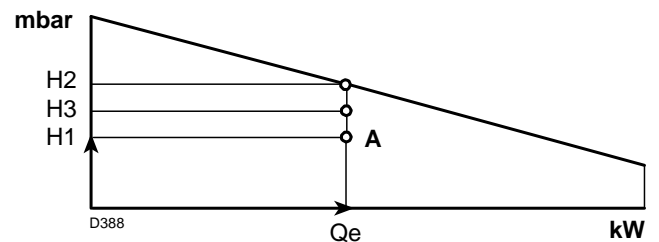

图 40
点 A 必须在出力范围内 (图 40)。
- 4 - 从点 A 画一条垂直线，图 40，在出力范围内找到最大压力 H2。
如果 H3 大于 H1，如图 40，燃烧器可达到所需出力。